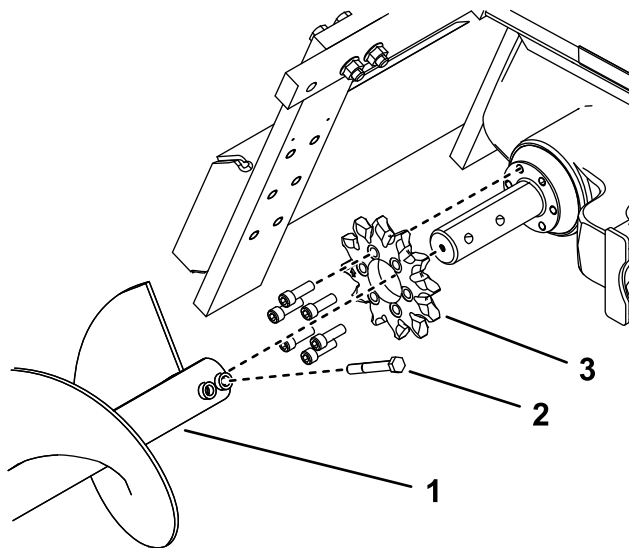

Figura 15
4. Retire el sinfín (Figura 15).
9. Retire los 6 pernos que fijan el piñón de arrastre (Figura 15).
10. Retire y deseche el piñón de arrastre (Figura 15).
12. Deslice el piñón nuevo sobre el eje, según se muestra en Figura 15.
13. Enrosque los 6 pernos que fijan el piñón de arrastre con la presión de los dedos solamente (Figura 15).